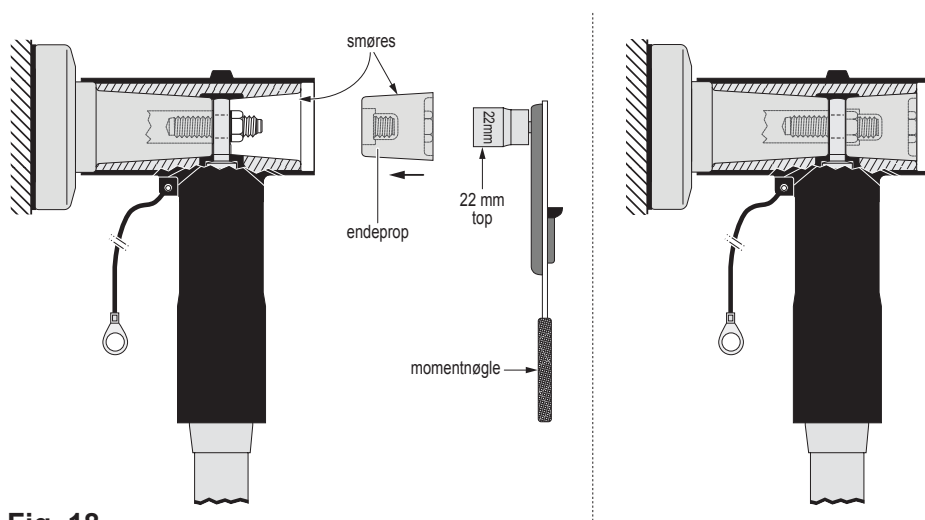

Fig. 18
20) Endeproppen rengøres, smøres med silikonefedt og spændes med 30 Nm, se fig 18.